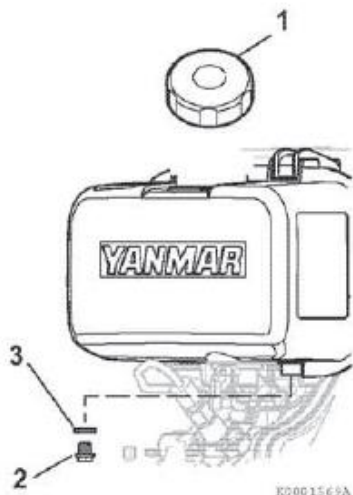

Рисунок 9
2. Снять крышку заливной горловины топливного бака (позиция 1, Рисунок 9).
3. Снять сливную заглушку топливного бака (позиция 2, Рисунок 9) и прокладку (позиция 3, Рисунок 9) для слива топлива.
9. Затянуть сливную заглушку топливного бака (позиция 2, Рисунок 9) с новой прокладкой (позиция 3, Рисунок 9).
10. Заправить топливный бак топливом. Установить на место крышку заливной горловины топливного бака (позиция 1, Рисунок 9) и затянуть рукой. Чрезмерная затяжка крышки вызовет ее повреждение.